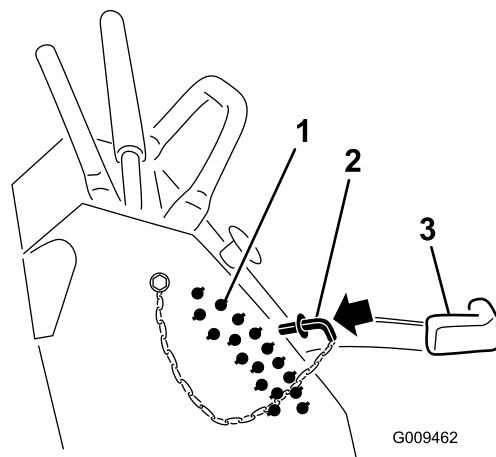

Figura 27
2. Nella staffa dell'altezza di taglio scegliete un foro corrispondente all'altezza richiesta, ed inserite il perno (Figura 27).
3. Abbassate la leva dell'altezza di taglio sul perno (Figura 27).